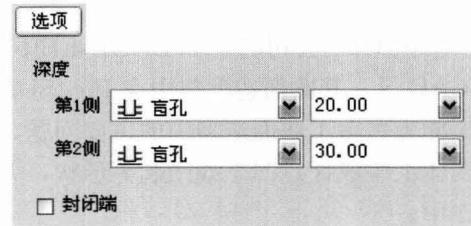

图 1-4 “选项”面板
* 选项：单击该按钮，弹出图 1-4 所示的面板，其中深度“第 1 侧”、“第 2 侧”栏供用户选择特征拉伸的方式，并显示当前的拉伸尺寸，用户可以在此直接修改拉伸尺寸。“封闭端”是用来选择拉伸曲面的特征端面是封闭还是开放的。